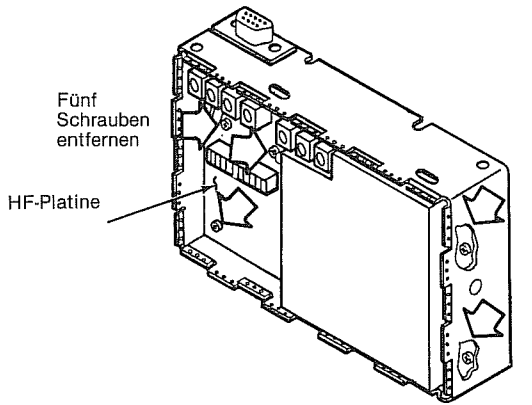

Abbildung 13
(1) Zuerst den Kühlkörper der HF-Endstufe ausbauen. Dann alle Befestigungsschrauben der HF-Platine lösen und die Platine entfernen, wie in Abbildung 13 gezeigt.